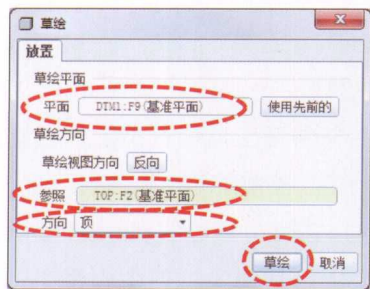

图1-20
(13) 选择旋转工具，并设置为切除材料模式，单击“位置”按钮，打开“草绘”面板，单击“定义”打开“草绘”对话框。将“草绘平面”设置为新创建的基准平面“DTM1: F9 (基准平面)”，“方向”为“顶”。设置好后单击“草绘”按钮进入草绘窗口（图1-20）。